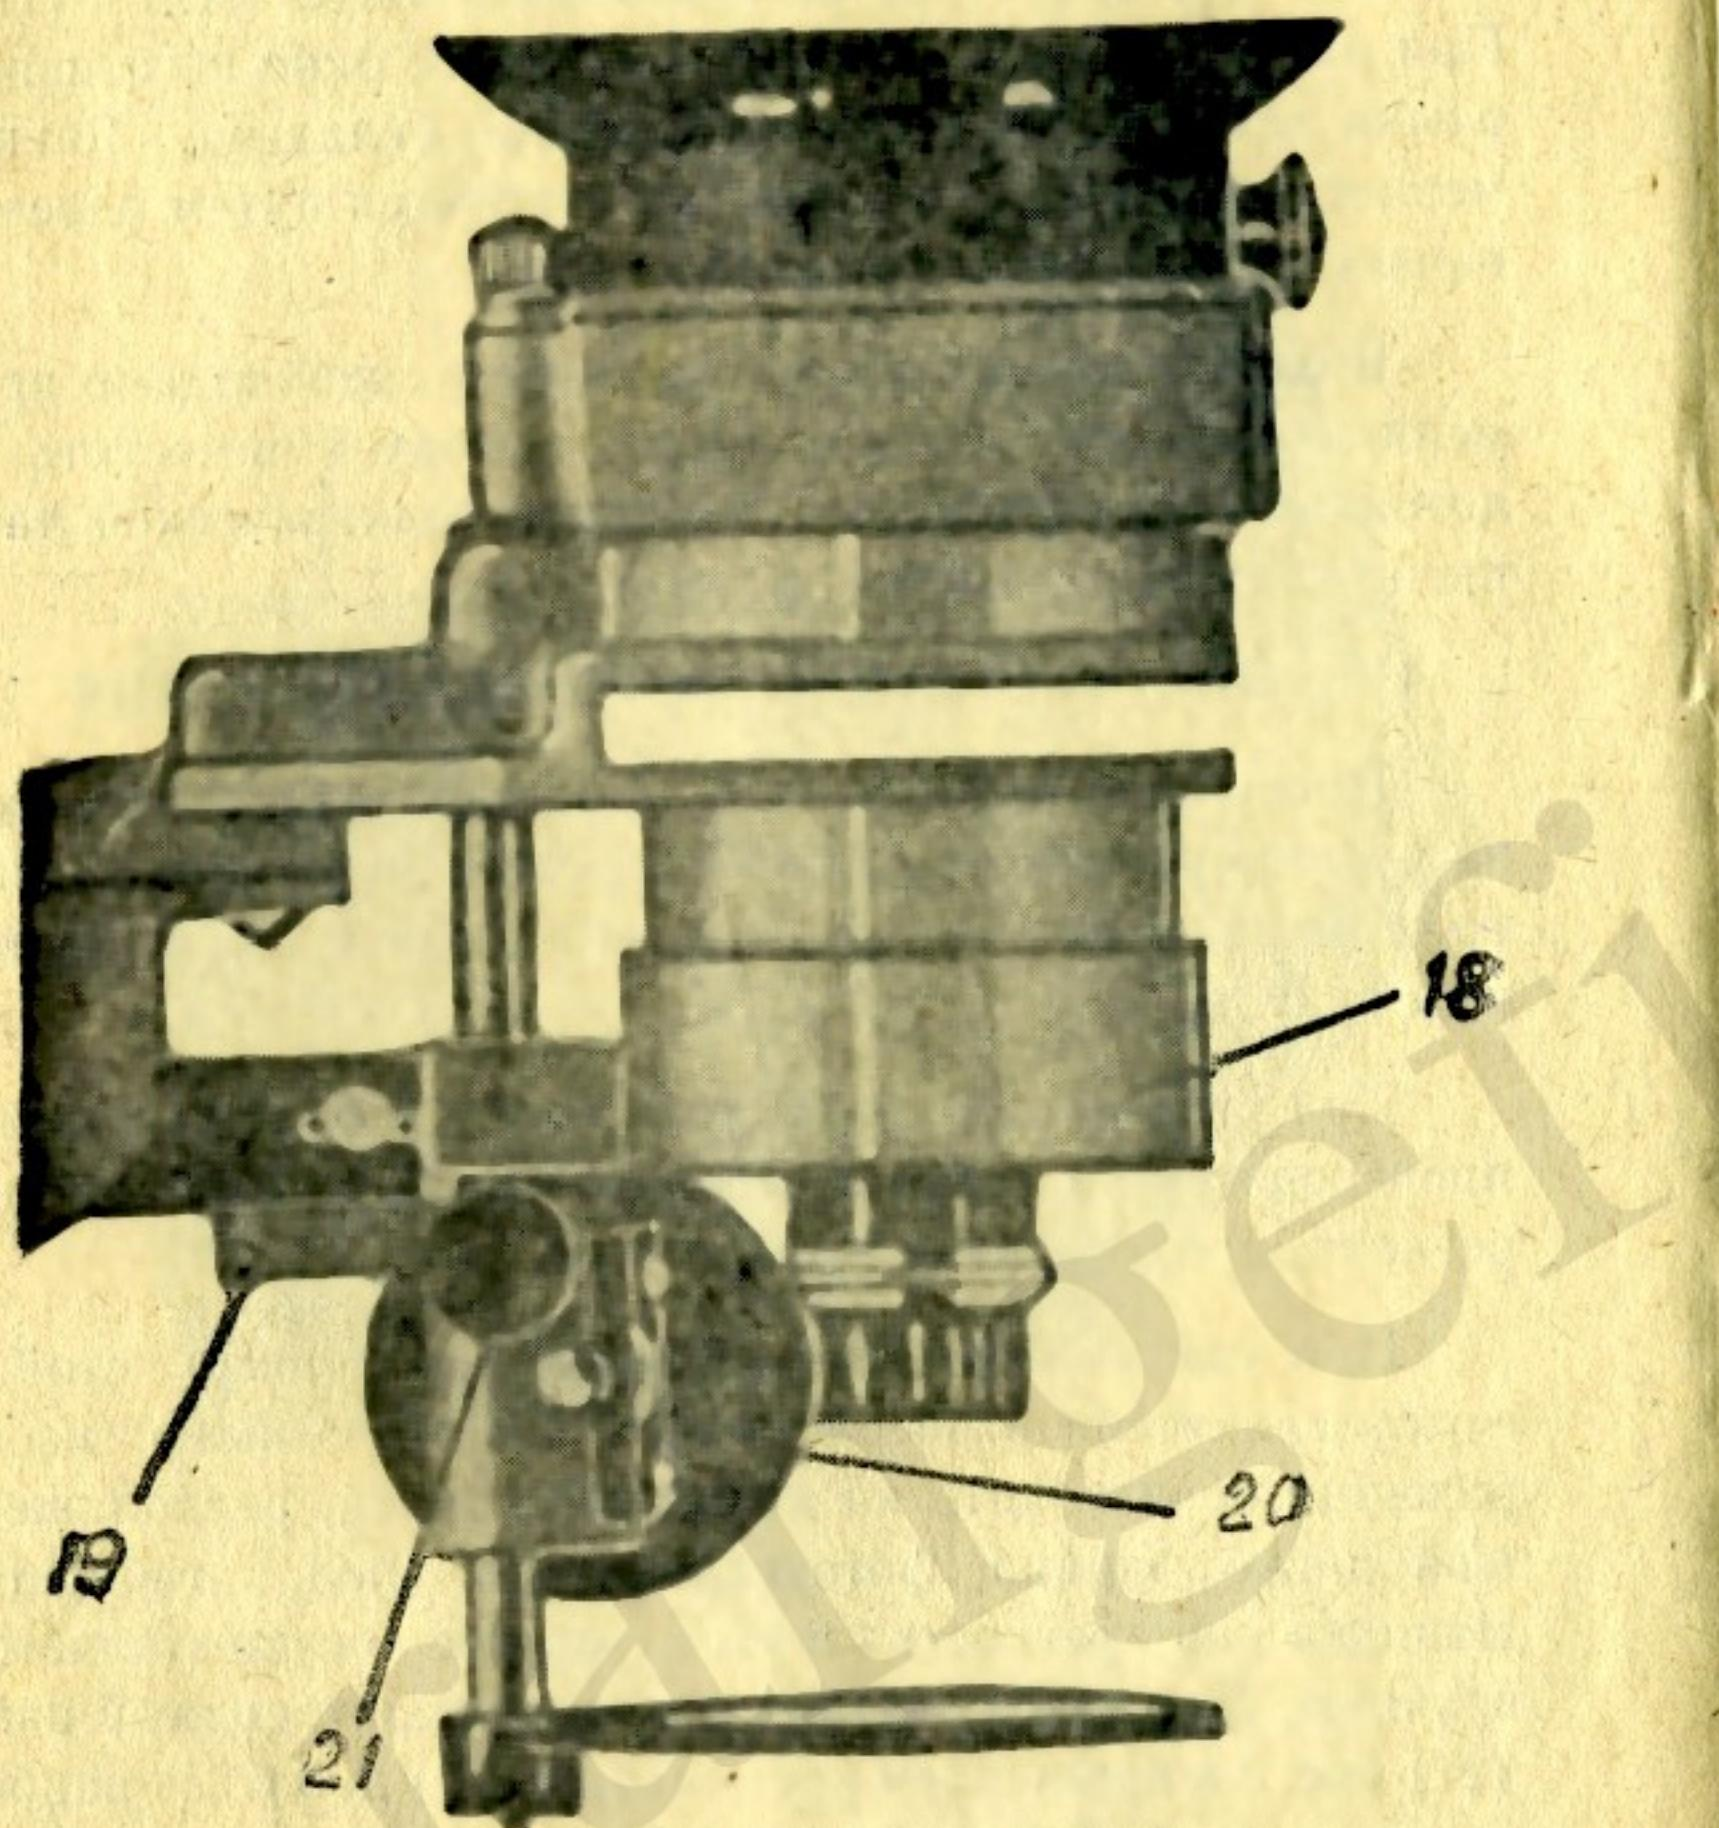

Рис. 3
Тубус объектива (18) рис. 3 имеет возможность перемещения относительно каретки (19), что позволяет производить ручную наводку на резкость путем вращения головки кремальеры (20).
При увеличении более 8 крат необходимо стойку фотоувеличителя развернуть на 180° и проекцию изображения производить на какой-либо экран, расположенный ниже экрана фотоувеличителя (пол, табурет). Наводка на резкость в этом случае осуществляется вручную. Для этого необходимо опустить стопорный винт (21) рис. 3 и вращением кремальеры (20) добиться наиболее четкого изображения.
При переходе с ручной фокусировки на автоматическую необходимо тубус (18) рис. 3 вращением кремальеры (20) опустить вниз до упора в каретку (19) и застопорить винтом (21).